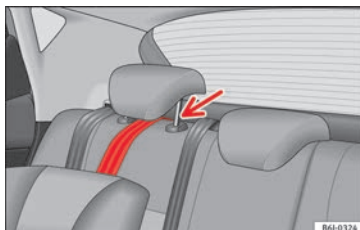

Bild 27 Förankringsbälte: korrekt justering och montering
- För bältet under baksätets nackskydd » **bild 27** (lyft nackskyddet vid behov).